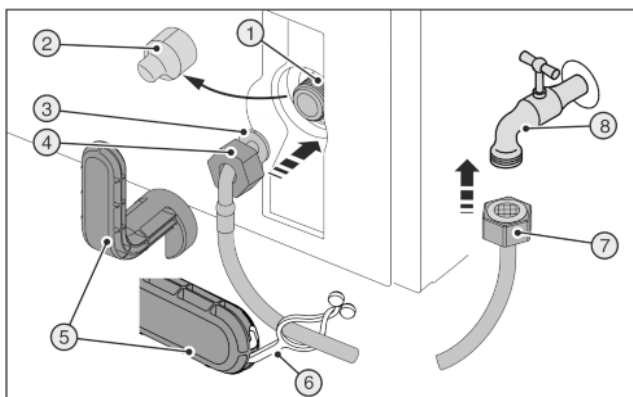
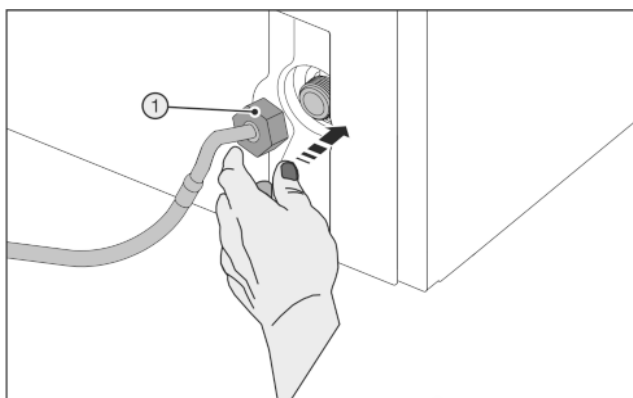

Fig. 28
Fig. 29
Zlomený pomocný nástroj Fig. 28 (5)!
- Používejte pomocné nástroje Fig. 28 (5) výhradně při pokojové teplotě.
- Stáhněte kryt Fig. 28 (2).
- Usnadněná montáž: Rovný konec hadice Fig. 28 (7) položte dole na podlahu.
- Matici Fig. 28 (4) posuňte přes zahnutý konec hadice Fig. 28 (3) až na konec a držte.
- Nasadte opatrně matici Fig. 29 (1) a dvěma prsty ji rovně našroubujte na závit, až je dosaženo bezpečné usazení.
- Matici Fig. 29 (1) utahujte pomocným nástrojem Fig. 28 (5) ve směru hodinových ručiček, až je dosažen maximální uťahovací moment a pomocný nástroj Fig. 28 (5) se přetáčí.
- Našroubujte matici Fig. 28 (7) na uzavírací kohout Fig. 28 (8).
- Matici Fig. 28 (7) utahujte pomocným nástrojem Fig. 28 (5) ve směru hodinových ručiček, až je dosažen maximální uťahovací moment a pomocný nástroj Fig. 28 (5) se přetáčí.
- Otevřete uzavírací kohout Fig. 28 (8) na přivodu vody a proveďte těsnost celého vodního systému.
- Zahákněte styčník Fig. 28 (6) do pomocného nástroje Fig. 28 (5) a upevněte k uschování na nerezové hadici.